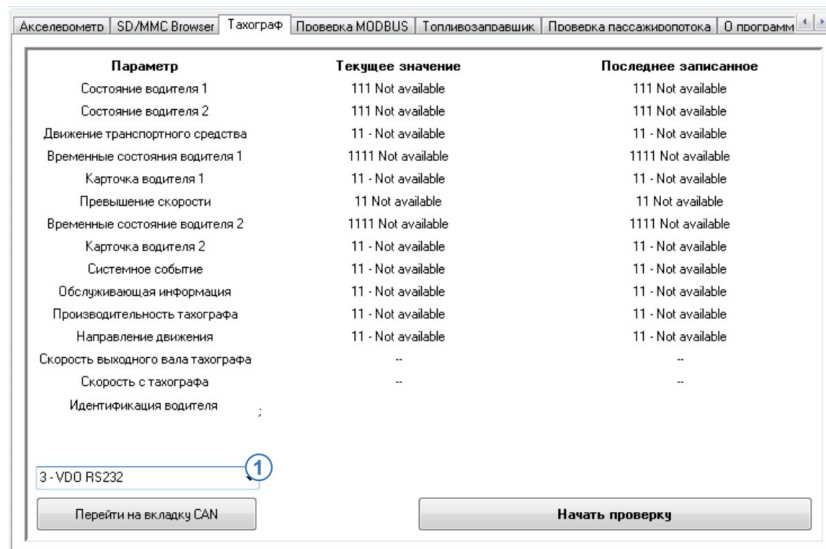

Рис.85. Вкладка «Тахограф».
Для того чтобы бортовой контроллер «АвтоГРАФ» принимал .ddd – файлы с тахографа необходимо выбрать в контроллере тип подключаемого тахографа. Настройка задается на вкладке «Тахограф» в поле 1 (Рис.85) в программе «AG.GSMConf»:
- в поле 1 (Рис.85) выбрать настройку «0 – Default»;
- начать диагностику, нажав кнопку «Начать проверку». Если все подключения выполнены верно, то данные, полученные с тахографа, появятся на вкладке (Рис.85).
- в поле 1 (Рис.85) выбрать тип тахографа, подключенного к контроллеру;
- если все подключения выполнены верно и на шине CAN есть данные с тахографа с заданным идентификатором, то они будут отображены на вкладке «Тахограф» (Рис.85).